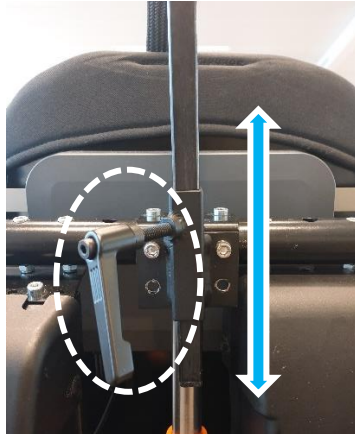

Abbildung 10. 16 x 16 mm quadratischer Halter.
2. Stecken Sie die vertikale Stange des CoMoveIT Smart in die Halterung auf der Rückseite des Rollstuhlsitzes und ziehen Sie den Drehknopf fest. CoMoveIT Smart passt in jeden quadratischen 16 x 16 mm Halter. Siehe Abbildung 10. CoMoveIT bietet eine spezielle Befestigungsklemme für Permobil- und Ottobock-Rollstühle an, die auch für andere Rollstuhlmarken